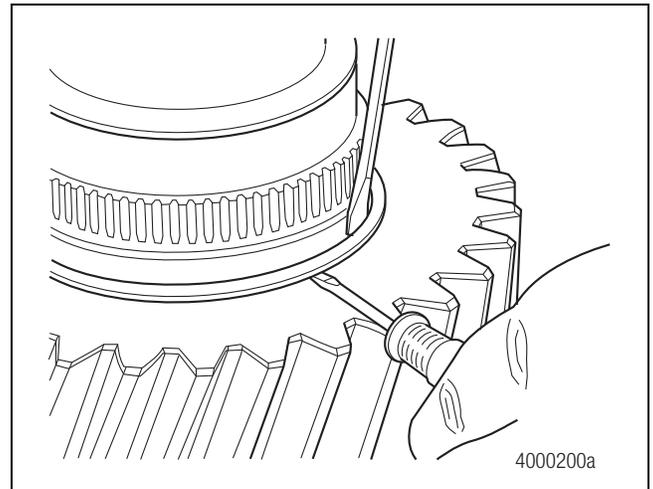

Figure 4.26
5. Retirer l'anneau élastique fixant le petit pignon hélicoïdal sur l'arbre d'entrée. Soulever et retirer le petit pignon hélicoïdal de l'arbre d'entrée. Figure 4.26.